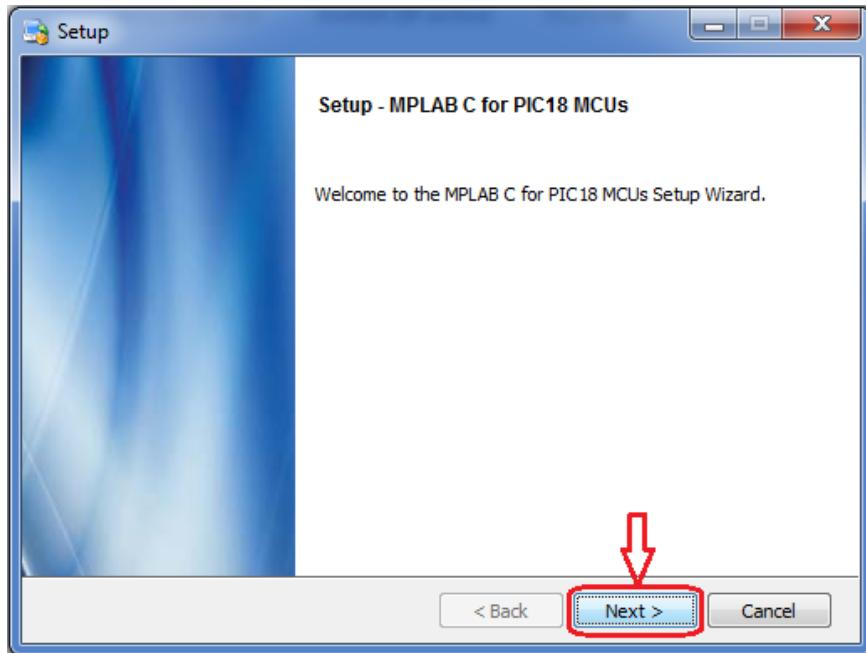

Figura 3.13 - Tela de boas vindas do instalador do compilador C18.
- 2) No passo seguinte aparecerá uma tela de boas vindas à instalação. **É importante que você já tenha instalado o MPLAB em sua máquina e que este não esteja aberto.** Clique em “Next” para continuar (ver Figura 3.13).